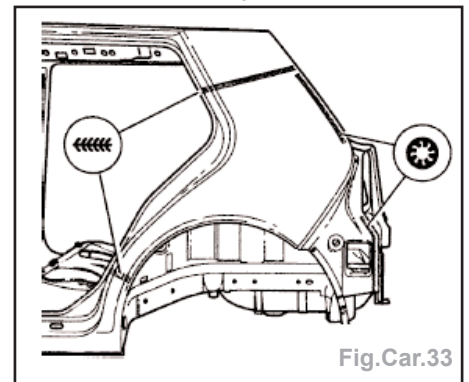

Fig.Car.33
- effectuer la soudure en bord à bord des zones d'accostage en cordon continu sous gaz de protection (Fig.Car.33),